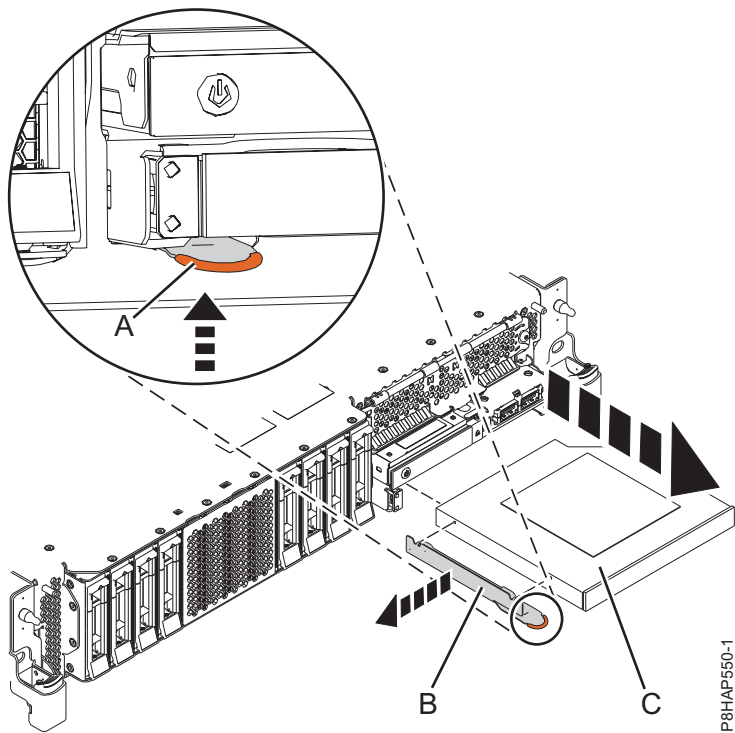
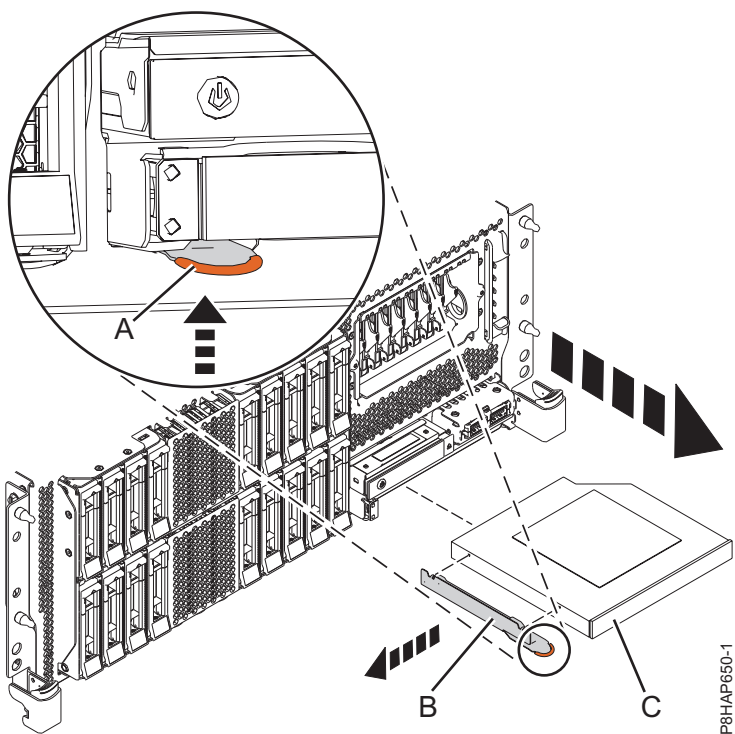
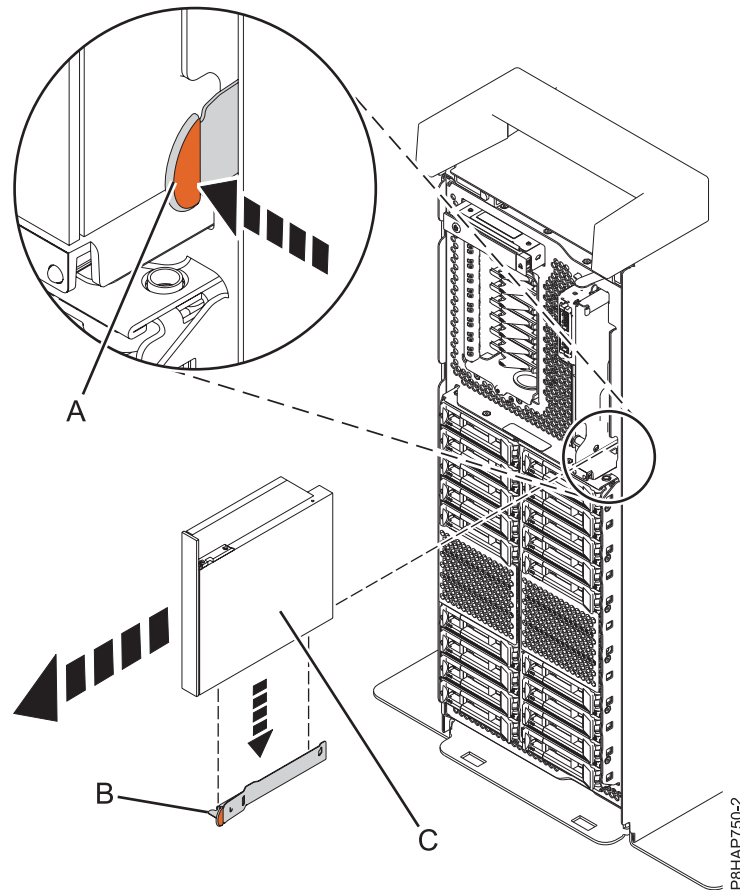

図 23. 5148-21L、5148-22L、 8247-21L、8247-22L、8284-21A、または 8284-22A システムからのスリムライン・メディア・デバイスの取り外し
図 24. ラック・マウント型 8247-42L、8286-41A、または 8286-42A システムからのスリムライン・メディア・デバイスの取り外し
図 25. スタンドアロン型システムからのスリムライン・メディア・デバイスの取り外し
5148-21L、5148-22L、8247-21L、8247-22L、8284-21A、または 8284-22A システムについては 34 ページの図 23 を、ラック・マウント型 8247-42L、8286-41A、または 8286-42A システムについては 34 ページの図 24 を、また、スタンドアロン型 8286-41A システムについては 35 ページの図 25 を参照してください。
3. 34 ページの図 23、34 ページの図 24、または 図 25 に示す方向に、スリムライン・メディア・デバイス **(C)** をシステムから引き出します。
5. 障害のあるスリムライン・メディア・デバイスを取り外して新しいスリムライン・メディア・デバイスに取り替える場合、新しいメディア・デバイスで使用するために、取り外した保持ブラケット **(B)** を必ず保存しておいてください。34 ページの図 23、34 ページの図 24、または 図 25。